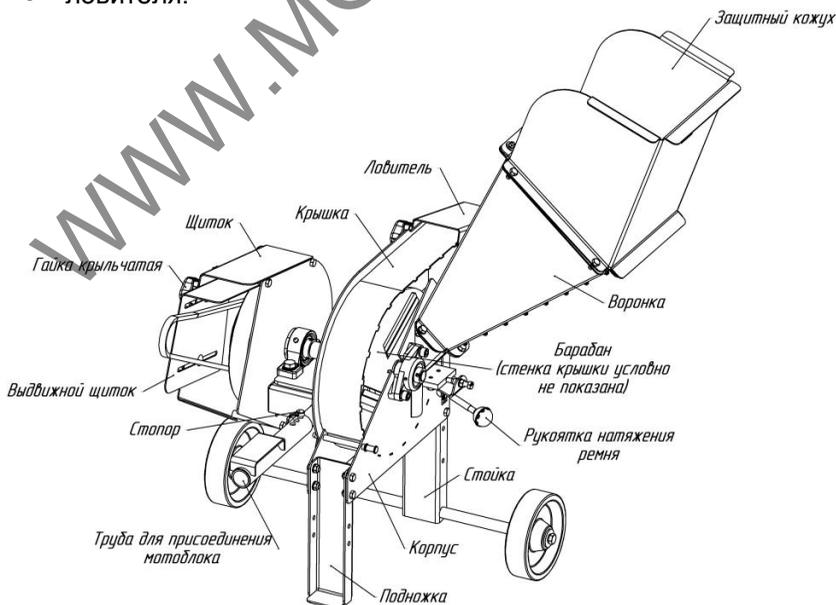

Рис.1 Измельчитель. Общий вид.
Измельчитель (рис.1) – это навесное оборудование для мотоблока, предназначен для измельчения веток методом рубки вращающимся барабаном с тремя ножами.
13. Установите выдвижной щиток до полной защиты ремня, зафиксируйте его двумя крыльчатыми гайками рис. 1.